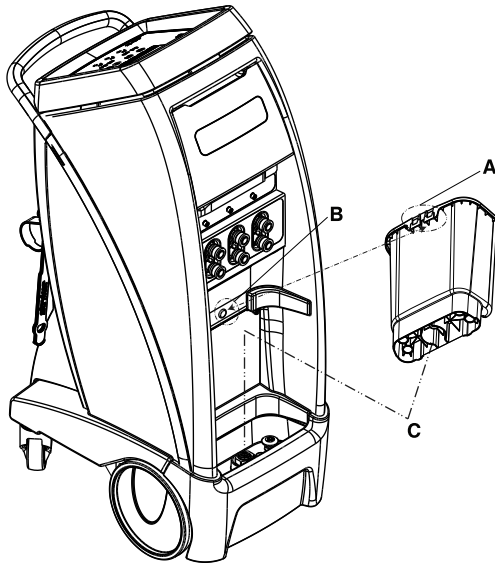

Figure 2-15 : Réservoir amovible
Pour retirer le réservoir, tirer un angle vers l'avant et soulever le réservoir (Figure 2-15 à la page 2-29).
1. Pour remplacer le réservoir, aligner la base du réservoir sur les orifices de vidange (C).
2. Aligner l'encoche à l'arrière du réservoir (A) sur le crochet du contrôleur (B) (Figure 2-15 à la page 2-29)